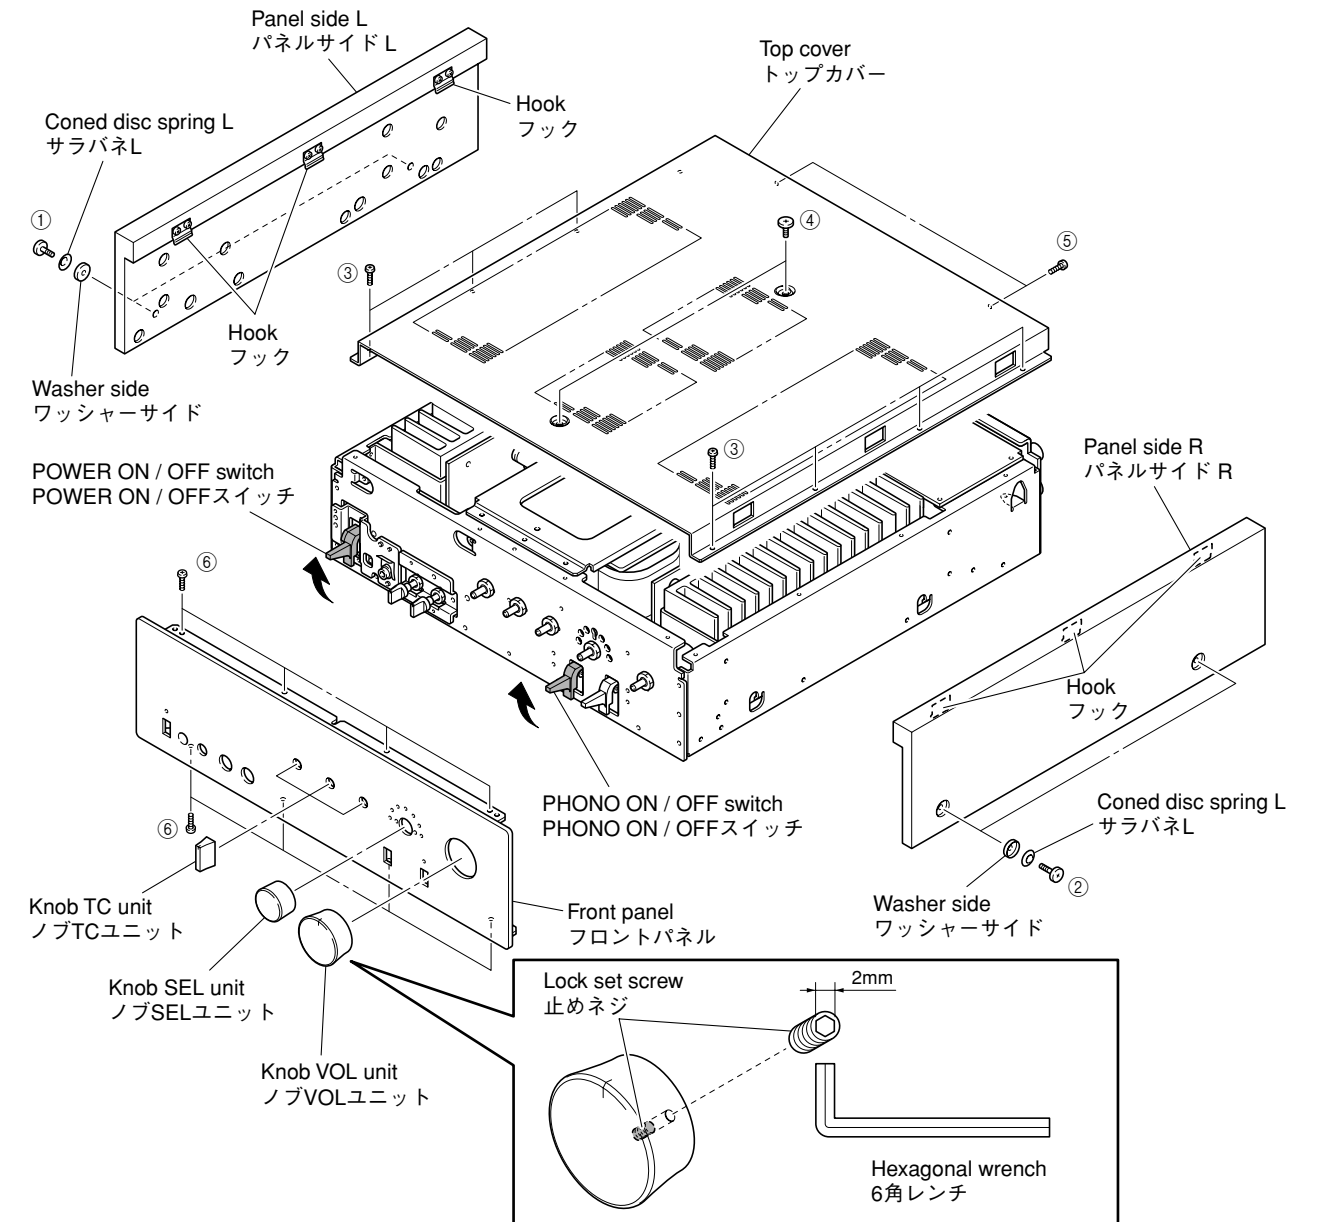

Fig. 1
- Remove 2 screws (①), 2 coned disc spring L and 2 washers side. (Fig. 1)
- Lift the panel side L a little and release 3 hooks. Then remove the panel side L. (Fig. 1)
- Remove 2 screws (②), 2 coned disc spring L and 2 washers side. (Fig. 1)
- Lift the panel side R a little and release 3 hooks. Then remove the panel side R. (Fig. 1)
- Remove 7 screws (③), 2 screws (④) and 2 screws (⑤). (Fig. 1)
- Remove the top cover. (Fig. 1)
- Loosen lock set screw to remove the knob VOL unit. (Fig. 1)
- Loosen lock set screw to remove the knob SEL unit. (Fig. 1)
- Loosen each lock set screw to remove 3 knob TC unit. (Fig. 1)
- Remove 8 screws (⑥). (Fig. 1)
- Remove the front panel forward gradually using care not to cause damage the switches. (Fig. 1)
- ①のネジ2本を外し、サラバネL2個とワッシャーサイド2個を外します。(Fig. 1)
- パネルサイドLを少し持ち上げ、3ヶ所のフックを外し、パネルサイドLを取り外します。(Fig. 1)
- ②のネジ2本を外し、サラバネL2個とワッシャーサイド2個を外します。(Fig. 1)
- パネルサイドRを少し持ち上げ、3ヶ所のフックを外し、パネルサイドRを取り外します。(Fig. 1)
- ③ネジ7本、④のネジ2本、⑤のネジ2本を外します。(Fig. 1)
- トップカバーを取り外します。(Fig. 1)
- 止めネジを緩め、ノブVOLユニットを取り外します。(Fig. 1)
- 止めネジを緩め、ノブSELユニットを取り外します。(Fig. 1)
- 止めネジを緩め、ノブTCユニット3個を取り外します。(Fig. 1)
- ⑥のネジ8本を外します。(Fig. 1)
- 各スイッチに傷がつかないように注意してフロントパネルを前方へゆっくり取り外します。(Fig. 1)